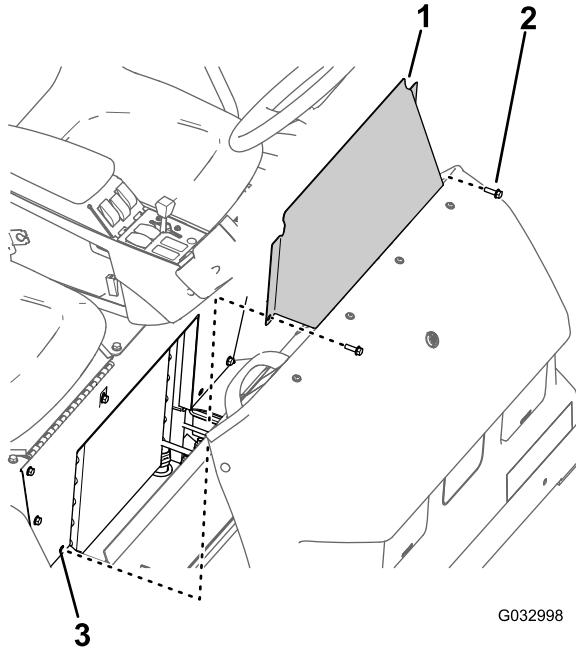

Bild 57
1. Entfernen Sie die zwei Bundkopschrauben, mit denen die Abdeckplatte am Sitzunterteil befestigt ist (Bild 57).
2. Nehmen Sie die Abdeckplatte am Sitzunterteil von der Maschine ab (Bild 57).
1. Fluchten Sie die Löcher in der Abdeckplatte des Sitzunterteils mit den Löchern im Sitzunterteil aus (Bild 57).
2. Befestigen Sie die Abdeckplatte des Sitzunterteils mit den zwei Bundkopschrauben (Bild 57) am Sitzunterteil, die Sie in Schritt 1 in Entfernen der Abdeckplatte am Sitzunterteil \(Seite 54\) entfernt haben.